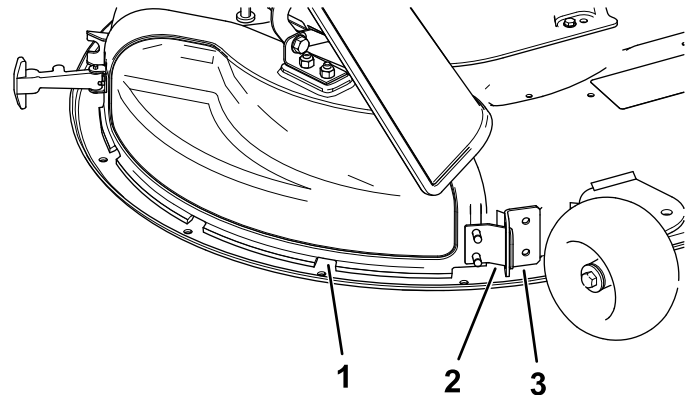

Рисунок 13
- Отклоните металлический выступ на крышке выброса так, чтобы вывести его из паза в кронштейне, приваренном к деке газонокосилки (Рисунок 13).